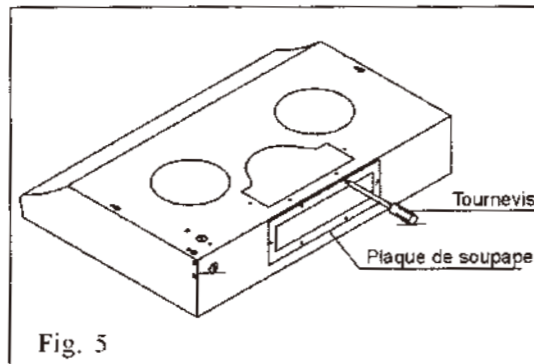

Fig. 5
- Enlever les plaques métalliques rectangulaires au dos à l'aide d'un tournevis philips. (Fig.5)